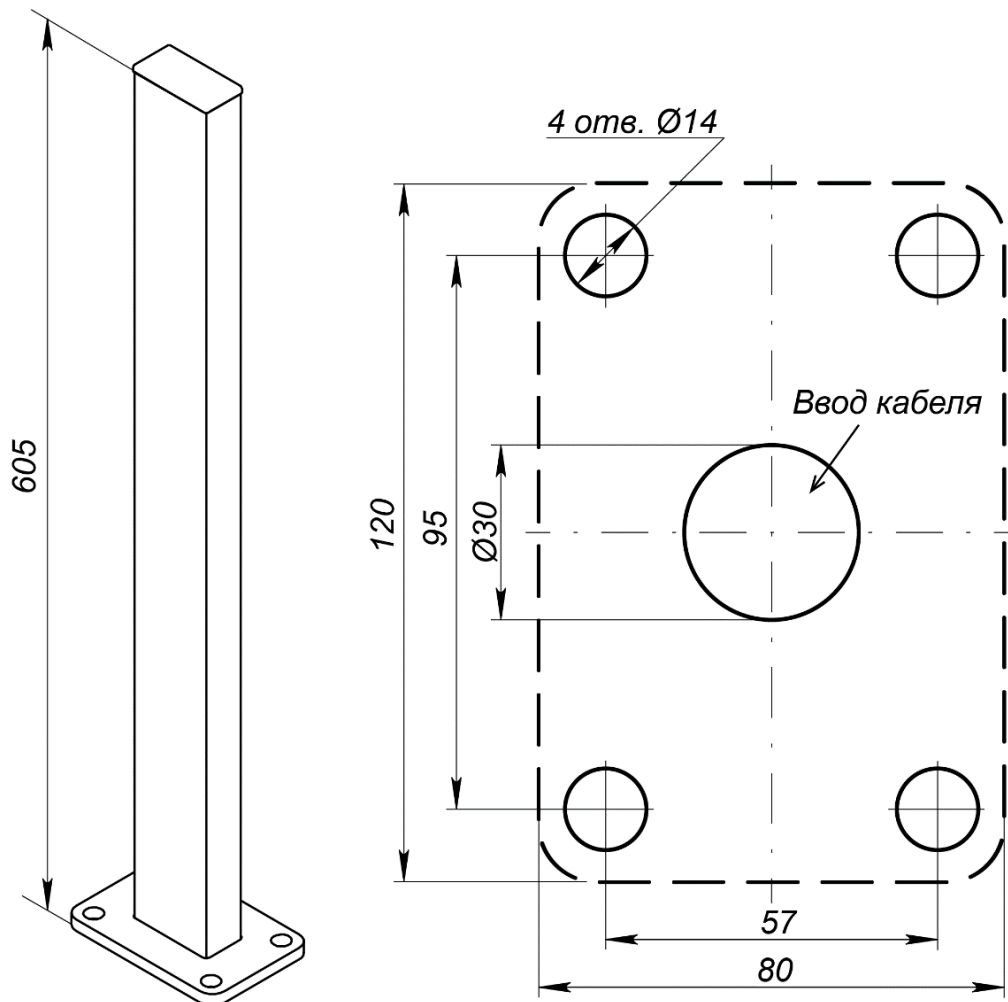

Рисунок 14. Внешний вид и схема разметки отверстий для установки стойки для фотоэлемента безопасности **PERCo-GDS1**
Фотоэлемент безопасности может устанавливаться на стойке **PERCo-GDS1** (входит в дополнительный комплект поставки) (см. рис. 14).
2. Выполните в установочной поверхности отверстия под гильзы анкеров в соответствии со схемой разметки (см. рис. 14), а также штробы для проводов питания и соединения при необходимости. Размер отверстий на схеме указан для анкеров типа PFG IN8 («SORMAT»), при использовании других типов анкеров необходимо выполнять отверстия соответствующих им диаметра и глубины.